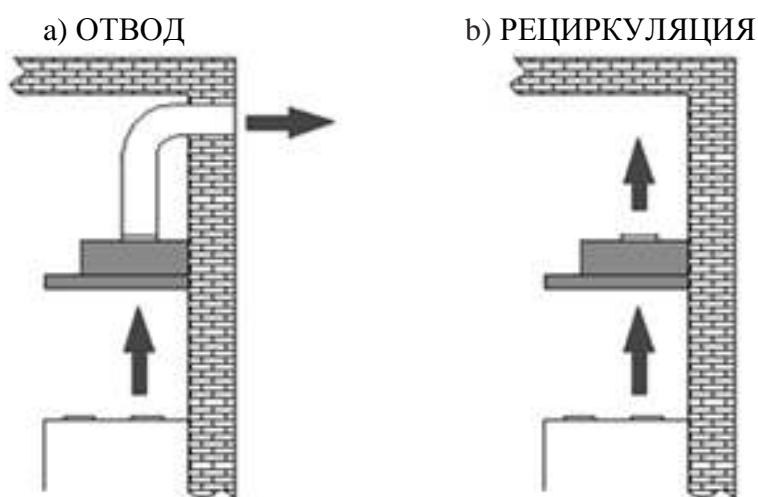

Рис. 5
1) Отвода (рис. 5а) – воздух удаляется из помещения через соединение вытяжки с вентиляционным каналом жестким пластиковым воздуховодом или гофрированным шлангом диаметром 150 мм. И, таким образом, все кухонные испарения, запахи, гарь и копоть, проходя через многоразовые алюминиевые жироулавливающие фильтры, выводятся за пределы помещения. При данном режиме работы нет необходимости устанавливать угольные фильтры. Режим отвода является наиболее эффективным, поскольку вытяжка удаляет все кухонные испарения за пределы кухни в вентиляционную шахту.
2) Рециркуляции (рис. 5б) – внутренняя циркуляция воздуха через угольные фильтры (рис. 6). Вытяжка в данном случае не подключается к вентиляционной шахте и, таким образом, воздух просто прогоняется через вытяжку внутри кухни.